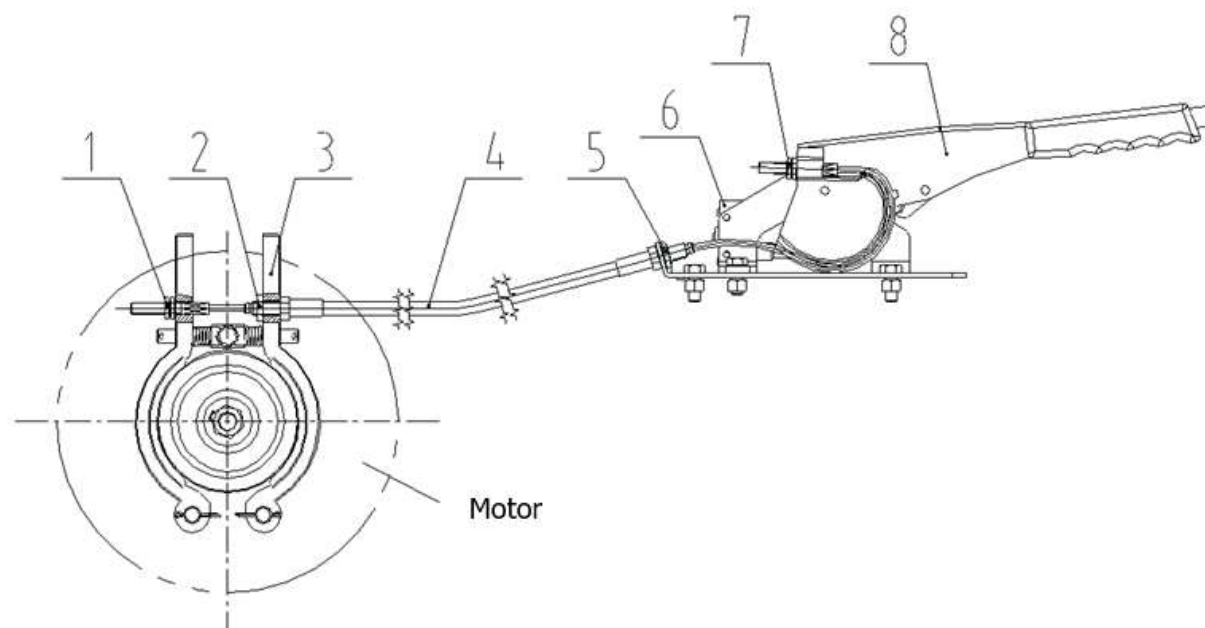

Рис. 11 – Ручной тормоз
Регулировка ручного тормоза: если тягач не может затормозить на требуемом уклоне с помощью ручного тормоза, сила торможения может быть отрегулирована с помощью регулировочных гаек (1) и (7), показанных на рис. 11. Закрепление гайки и протягивание стальной проволоки может увеличить тормозное усилие. При надлежащем тормозном усилии тягач может парковаться на 10-процентном уклоне с полной нагрузкой